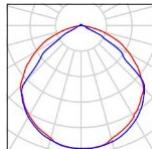

Рисунок 1.
- 3.2. Светильник Geniled состоит из основных частей (см. рисунок 1):